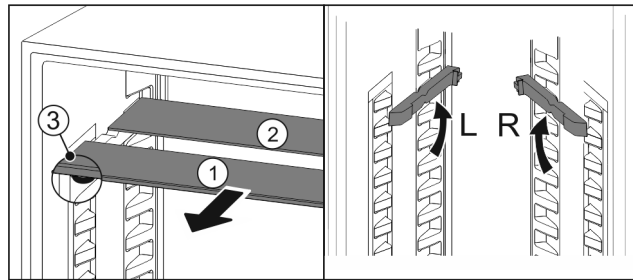

Fig. 25
- ▶ Steklene plošče posamično izvlecite Fig. 25 (1) naprej.
- ▷ Steklena plošča Fig. 25 (1) z okrasno letvijo je spredaj.
- ▷ Zaustavjalniki Fig. 25 (3) so obrnjeni navzdol.